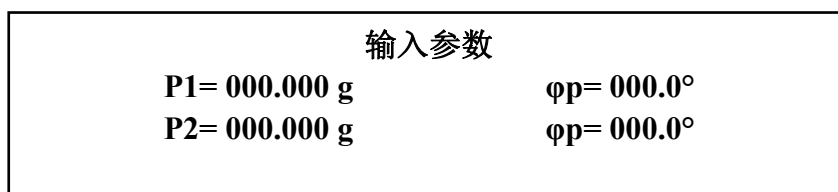

图 4-24
按|执行|键，屏幕显示如图 4-24。
(10) 制动转子，B 面试重是否取下取决于后面选择的是移试重还是不移试重，若选择移试重则此时应取下 B 面试重，否则不取下。
(11) 在图 4-24，将所加试重 P1、 φp 、P2、 φp 输入（输入方法与单平面时相同）。